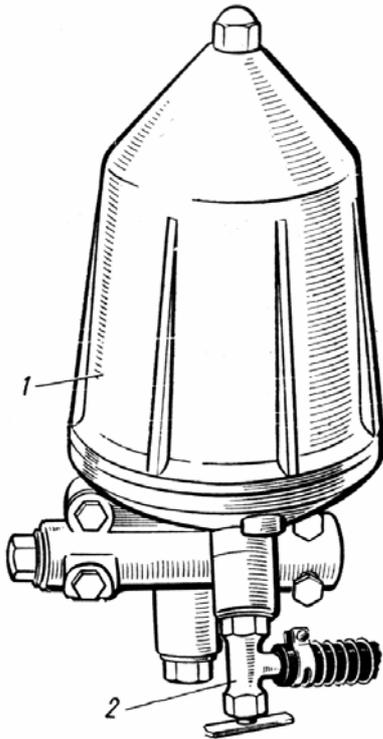

Рис. 2.29. Фильтр с краном
5. Масляный радиатор трубчато-пластинчатый, двухрядный, воздушного охлаждения. При температуре выше $0\text{ }^{\circ}\text{C}$, а также при работе автомобиля в тяжелых дорожных условиях, необходимо включать масляный радиатор, открывая кран (рис. 2.29), находящийся на корпусе фильтра центробежной очистки масла. Масляный радиатор следует отключать от системы смазки при пуске холодного двигателя в условиях низкой температуры окружающего воздуха. Необходимо также отключать масляный радиатор при эксплуатации автомобиля зимой.